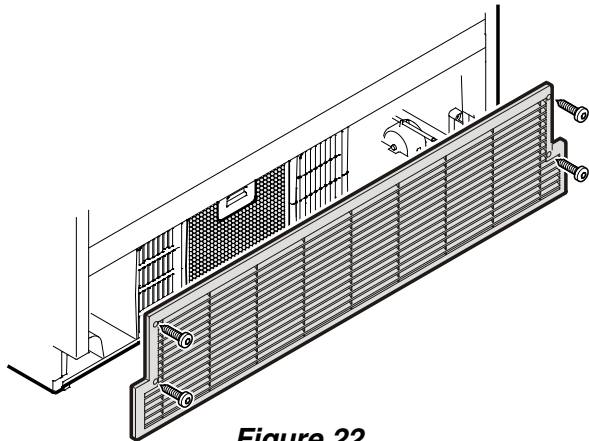

Figure 22
- Ouvrir le tiroir inférieur du congélateur et dévisser la grille de ventilation - **Figure 22**.